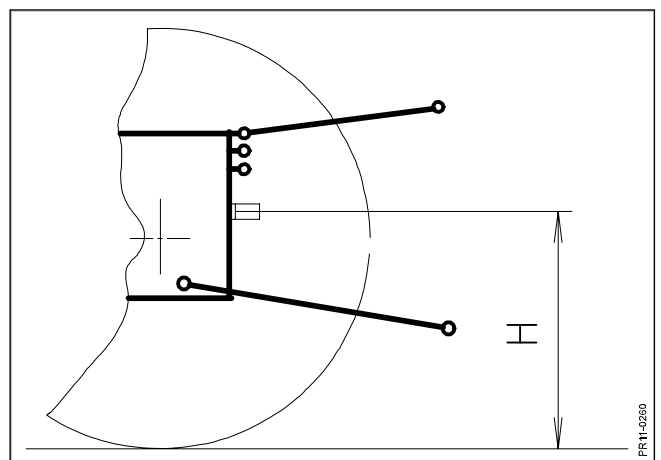

Fig. 2-6
- Fig. 2-6** 1) Mät höjden **H** över marken på traktorns PTO axel (kraftuttag).